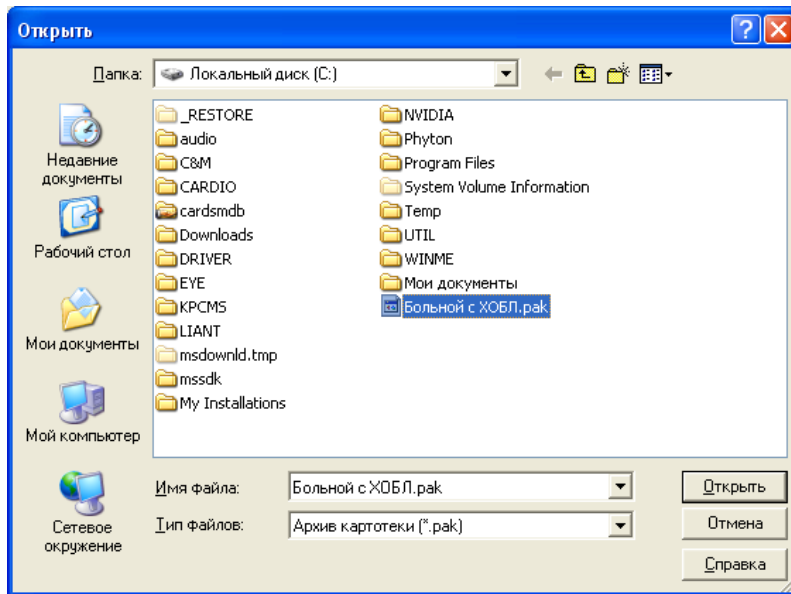

Рис. 46
- Нажмите кнопку , в появившемся диалоговом окне выберите файл для восстановления (рис. 46) и нажмите кнопку .